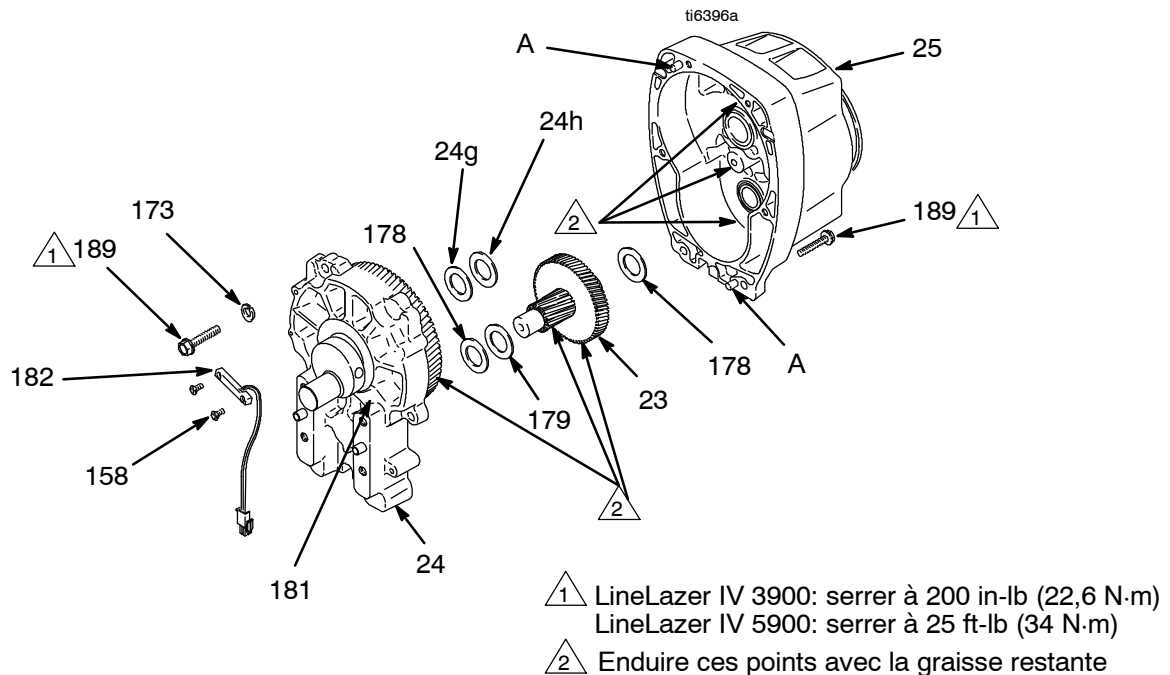

Fig. 3
2. Fig. 3. Démontez le corps de palier. Exécutez la procédure **Carter du palier et tige de connexion**, page 10.
3. Enlever les deux vis (158) et le contact en ampoule (182).
4. Enlever les six vis (189) du carter de pignonnerie (5).
5. Frapper légèrement tout autour du carter d'entraînement (24) pour le desserrer. Extraire le carter d'entraînement tout droit hors du carter de pignonnerie. Se préparer à soutenir le train d'engrenages (23) qui peut également sortir.
1. Enduire généreusement de graisse à palier (fournie avec le train d'engrenages) le train d'engrenages (23) et les emplacements indiqués à la remarque 2.
2. Placer la rondelle couleur bronze (24g) sur l'arbre dépassant du grand arbre du carter d'entraînement (24). Placer la rondelle couleur argent (24h) sur le carter de pignonnerie. Nettoyer les surfaces en regard des carters de pignonnerie et d'entraînement. Aligner les pignons et enfoncer le nouveau carter d'entraînement tout droit sur le carter de pignonnerie et les broches de positionnement (A).
3. Mettre les vis (189) en place. Serrer uniformément à la valeur indiquée en 1 de la Fig. 3.
4. Fixer le contact en ampoule (182) avec deux vis (158).